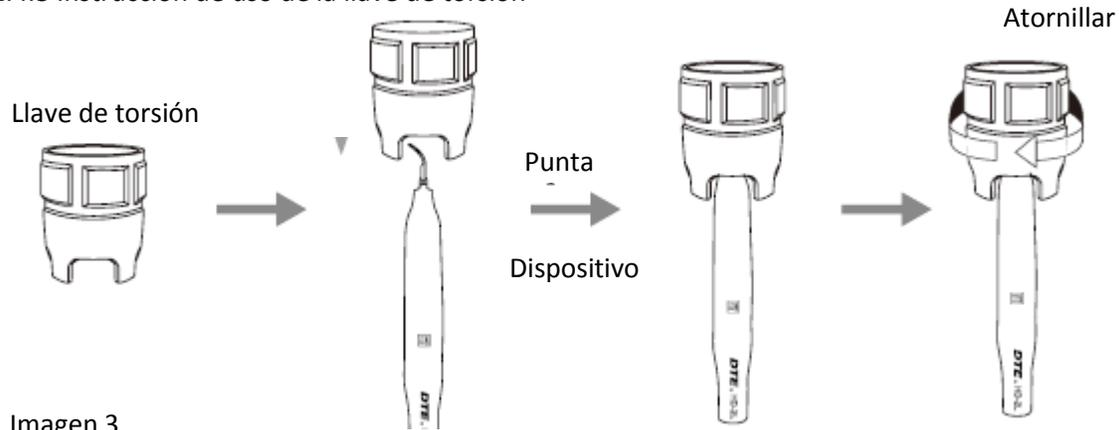

Imagen 3
2.1.5 Elegir la punta de escarificación de acuerdo con el equipo, y fijar la punta de escarificación con la llave. (Ver imagen 3)